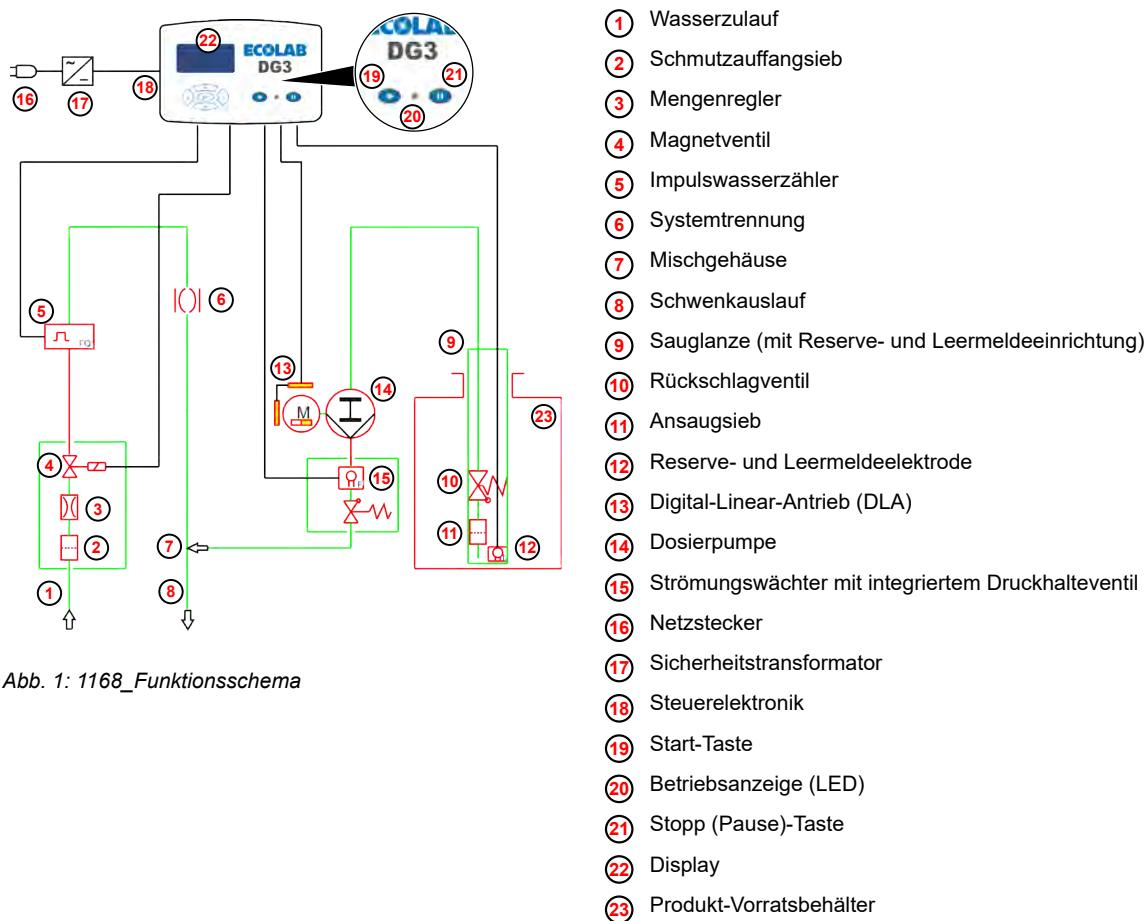

Abb. 1: 1168_Funktionsschema
(Abb. 1 , ④) ein Mengenregler.
Der vor der Eindosierstelle eingebaute Strömungswächter (Abb. 1 , ⑯) überwacht